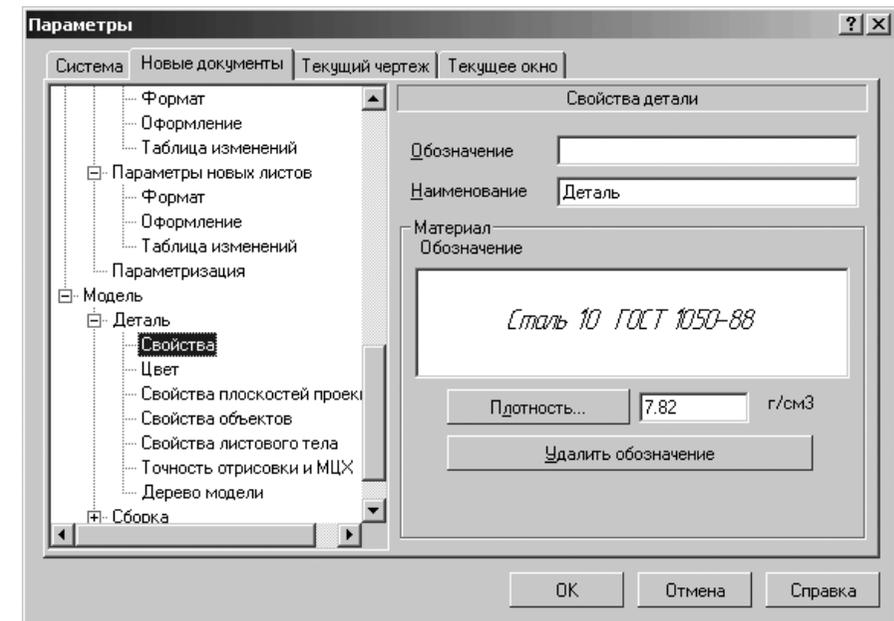

Рис. 10.91. Диалоговое окно **Параметры** с открытой вкладкой **Новые документы** и панелью **Свойства детали**
- щелкните в списке настраиваемых элементов  **Деталь** по пункту **Свойства**. В правой части появится панель **Свойства детали**, показанная на рис. 10.91.